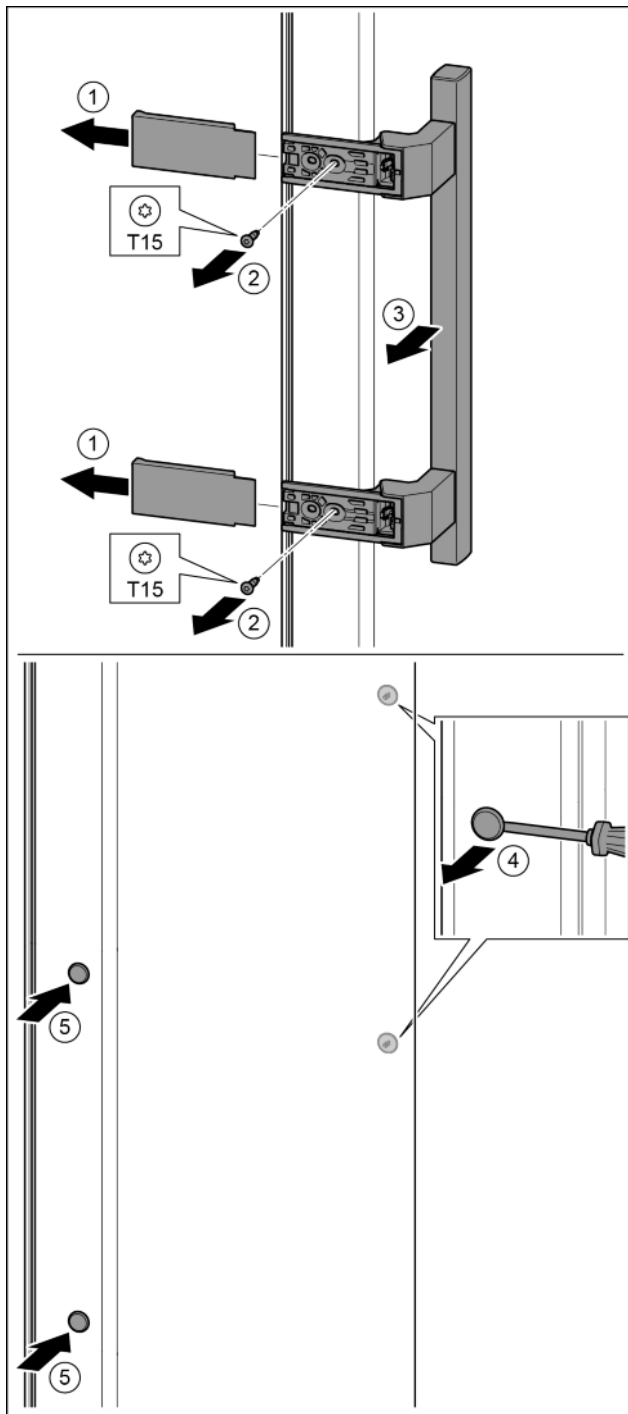

Fig. 15
- ▶ Afdekking eraf trekken. Fig. 15 (1)
- ▶ Schroeven met schroevendraaier T15 eruit draaien. Fig. 15 (2)
- ▶ Greep eraf halen. Fig. 15 (3)
- ▶ Zijdellingse stop voorzichtig met een sleufschroevendraaier optillen en eruit trekken. Fig. 15 (4)
- ▶ Stop op de andere kant weer aanbrengen. Fig. 15 (5)